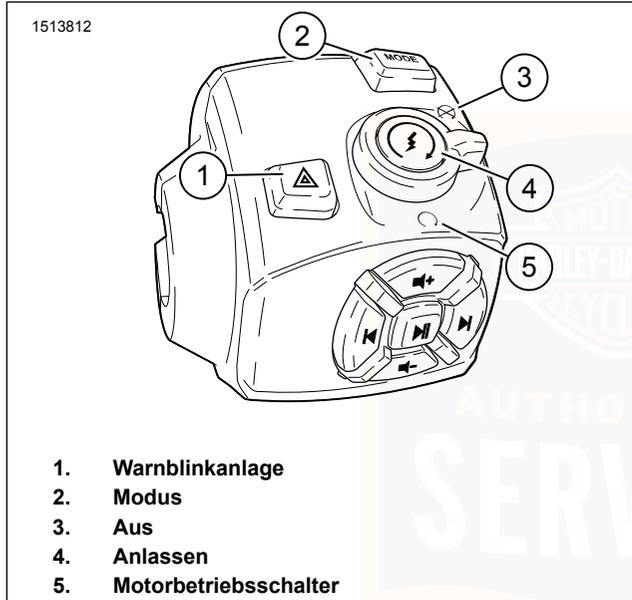

Abbildung 30. RHCM – oben
Siehe Abbildung 30. Der Warnblinkerschalter (1) dient zur dauerhaften Aktivierung des Vierfach-Warnblinkers bei einem liegengeliebenen Motorrad. Mithilfe der Warnlinker kann das Motorrad mit ausgeschalteter Zündung zurückgelassen werden, bis Hilfe geholt wird.
Siehe Abbildung 30. Die Modustaste (2) drücken, um den Fahrmodus zu ändern.
Siehe Abbildung 30. Den Motorbetriebsschalter in Stellung OFF (AUS) (3) drücken, um den Motor abzustellen.
Siehe Abbildung 30. Den Motorbetriebsschalter in Stellung RUN (BETRIEB) (5) drücken, damit der Motor starten und laufen kann. Der Motorbetriebsschalter muss sich in der Stellung RUN (BETRIEB) befinden, damit der Motor angelassen und betrieben werden kann.
Siehe Abbildung 30. Den Motorbetriebsschalter in Stellung RUN (BETRIEB) (5) drücken, damit der Motor starten kann.
1. Den Motorbetriebsschalter in die BETRIEB-Stellung bringen (5). Das Getriebe in den Leerlauf schalten. Die (grüne) Leerlauf-Kontrollleuchte leuchtet auf. Siehe Anlassen des Motors (Seite 107) >.
2. Den Anlasser durch Drücken des Anlasserschalters (4) betätigen.